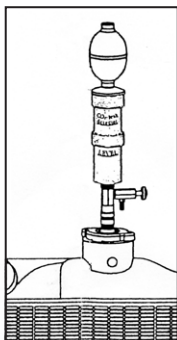

Fig. 3
5. Enligt vad som beskrivs i fig. 3, anslut cylinderläckagetestaren med snabbkopplingen. Pumpa sedan ut ånga från kylaren med hjälp av cylinderläckagetestarens gummiblåsa. Eftersom anslutningen är helt tät så är det ingen risk att det kommer in någon luft från utsidan av kylaren. Testresultatet blir därför mer noggrant.